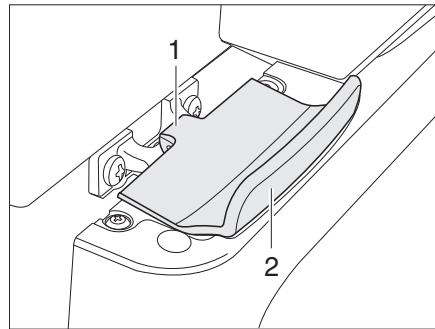

Fig. 142 Bloccaggio della porta del frigorifero, chiuso (Thetford)
- Aprire la porta del frigorifero tirando la maniglia (Fig. 142,2). Il bloccaggio (Fig. 142,1) si sblocca automaticamente.